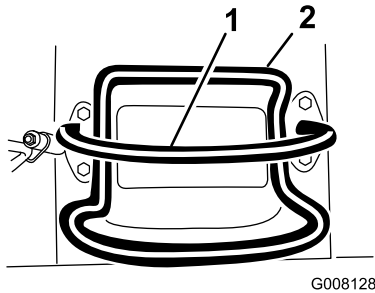

Figura 6
- Per l'arresto, rilasciate il comando della trazione (Figura 6).